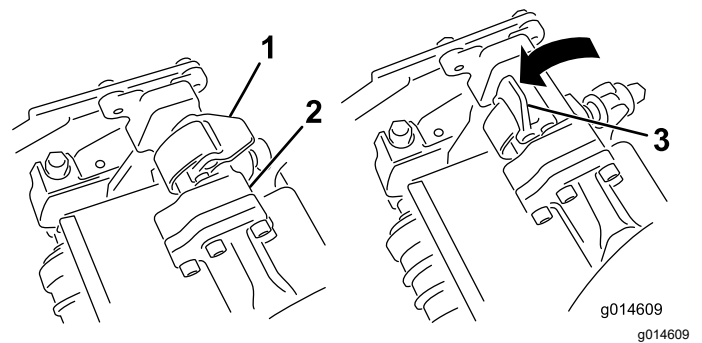
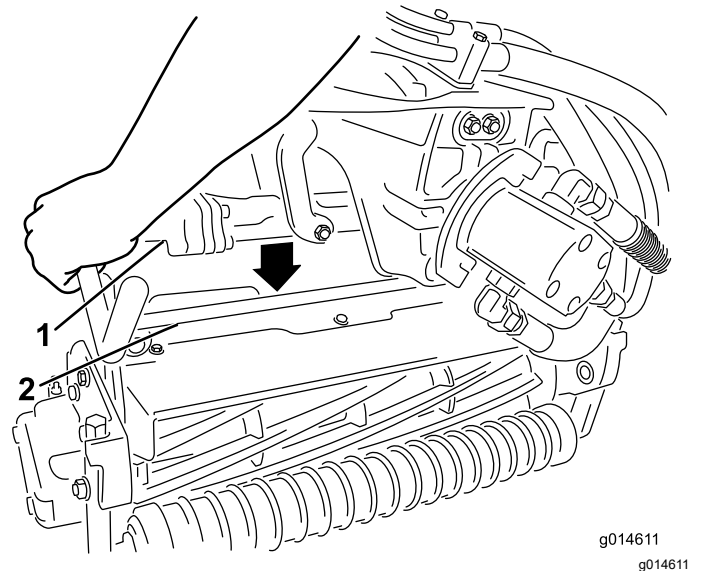

Bild 48
Bild 49
4. Drücken Sie die Riegel nach unten um die Schneideinheitstange herum und arretieren sie (Bild 48).
3. Die Riegel an der Aufhängearmstange müssen nach oben zeigen (d. h. offen) (Bild 48); drücken Sie den Aufhängearm dann so nach unten, dass die Stange über die Stange an der Oberseite der Schneideinheit passt (Bild 49).
4. Öffnen Sie die Riegel an der Aufhängearmstange der Schneideinheit, die Sie entfernen möchten (**Bild 48**).